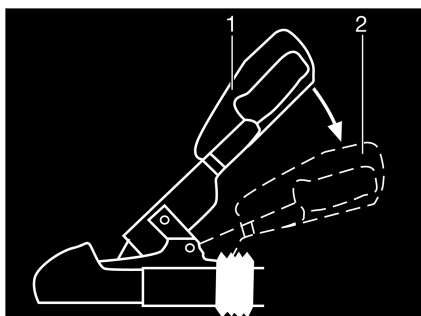

Fig. 165 Poignée de stabilisation
- Activer l'installation du dispositif de stabilisation. Appuyer la poignée d'attelage en position fermée (Fig. 165,1) jusqu'à la butée vers le bas (Fig. 165,2).